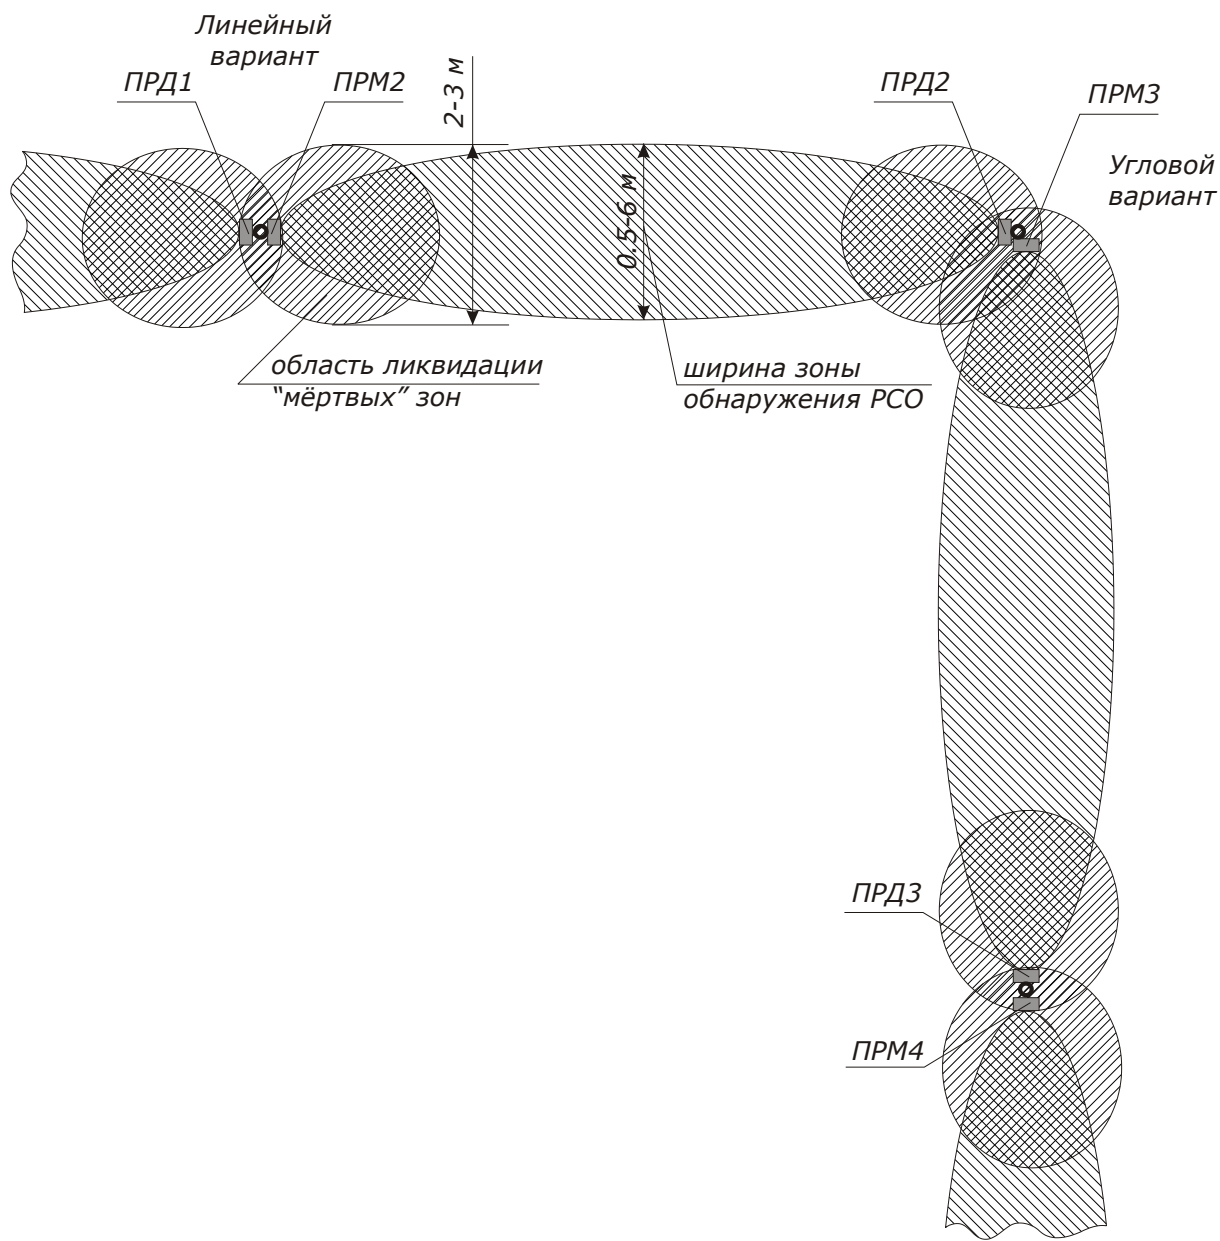

Рисунок 2.1 - схема взаимного расположения рубежей периметра КРСО "ЗАСЛОН-6"
- устанавливать соседние приёмники и передатчики на одной стойке вместо двух в традиционном варианте (рис. 2.1);
- 2.3.2. Установить на участках периметра столбы (стойки) согласно проекту (рисунок 2.1).